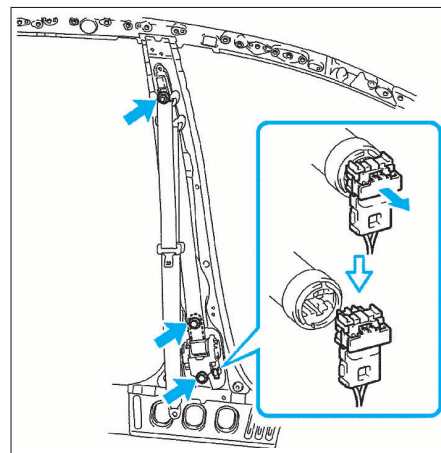

FIG. 19
- Déposer la plaque de seuil de porte arrière (12).
- Déposer le cache (11) puis l'habillage de montant inférieur de pied milieu (13).
- Déposer l'habillage de montant supérieur de pied milieu (2).
- Débrancher la connexion électrique du prétensionneur (fig. 19).